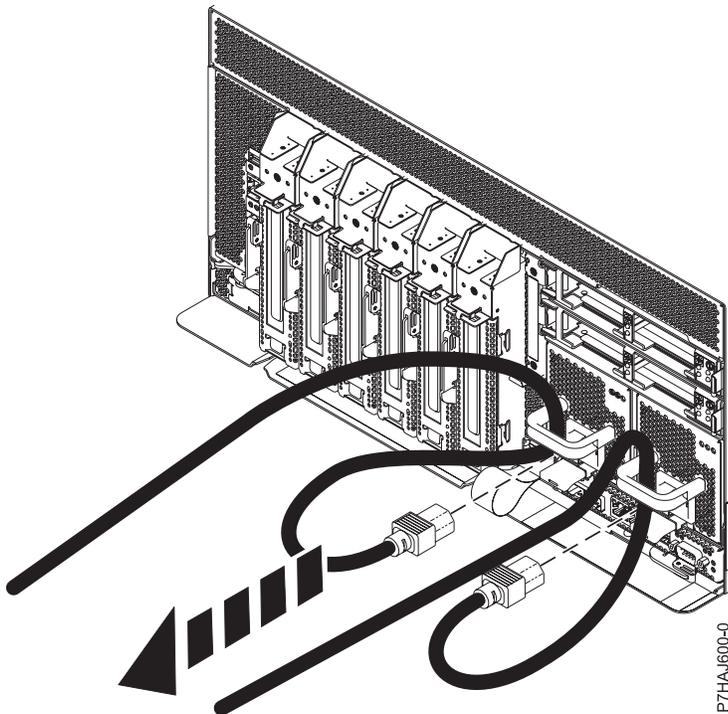

Abbildung 60. Netzkabel abziehen
3. Ziehen Sie die Netzkabel von der Systemeinheit ab (siehe Abb. 60 auf Seite 128).